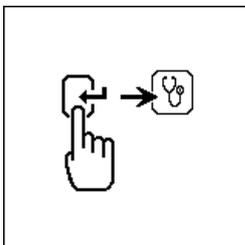

Fig.60
3. Non appena la clip NERA verrà attaccata al corpo motore il display cambierà come in Fig.60: per procedere l'utente dovrà quindi premere il tasto di conferma .